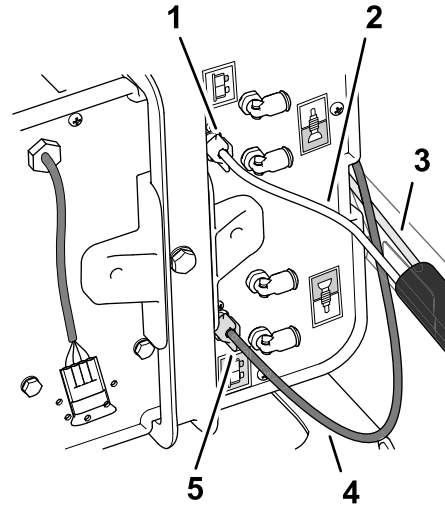

图 5
3. 从盖子接头到带白色压紧螺母的压缩机侧接头布置透明管子92cm的自由端图 4和图 5。
4. 卸下白色压紧螺母图 5 并将其安装到透明管子92cm上。
5. 将透明管和白色压紧螺母安装到压缩机侧面的接头然后用手拧紧白色压紧螺母图 5。
6. 从压缩机侧面的接头卸下蓝色压紧螺母图 5。
7. 将蓝色压紧螺母安装到泡沫浓稠度控制管4.9m的蓝色管子图 5。
8. 将蓝色管和蓝色压紧螺母安装到压缩机侧面的接头然后用手拧紧蓝色压紧螺母图 5。